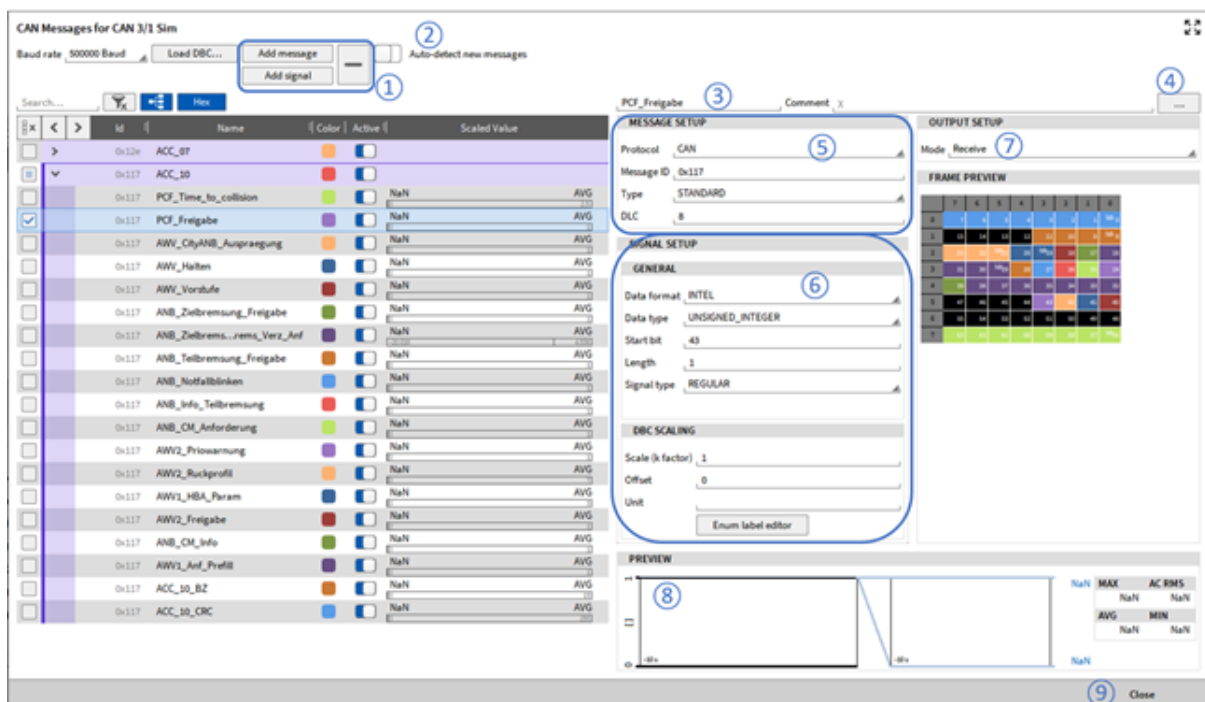

Abb. 7.212: CAN-Editor - Übersicht
- Manuelles Hinzufügen oder Löschen von CAN-Nachrichten und -Signalen (siehe ① in Abb. 7.212)
- CAN-Nachrichten scannen, welche dann automatisch hinzugefügt werden mit ID und DLC. Nach dem Scan kann der Name definiert und Signale hinzugefügt werden (siehe ② in Abb. 7.212).
- Umnennen der aktuell ausgewählte CAN-Nachricht oder -Signal (siehe ③ in Abb. 7.212)
- Hinzufügen von Kommentaren zu Nachrichten und Signalen (siehe ④ in Abb. 7.212)
- Bearbeiten von CAN-Nachrichten und Zugriff auf die gleichen Einstellungen zu wie in *CAN-Nachrichten Setup* (siehe ⑤ in Abb. 7.212)
- Bearbeiten von CAN-Signalen und Zugriff auf die gleichen Einstellungen wie die in *CAN-Nachrichten Setup* (siehe ⑥ in Abb. 7.212)
- Umstellen des CAN-Nachrichtenmodus auf Empfangen zum Erfassen von Daten oder Senden für die Ausgabe von OXYGEN-Daten über CAN (siehe ⑦ in Abb. 7.212)
- Bereitstellen einer Vorschau der letzten 10 Sekunden des Signals, um zu überprüfen, ob die richtigen Einstellungen auf das Signal angewendet wurden (siehe ⑧ in Abb. 7.212)
Wenn Sie fertig sind, können Sie den CAN-Editor wieder beenden, indem Sie die Schaltfläche Schließen drücken (siehe ⑨ in Abb. 7.212).